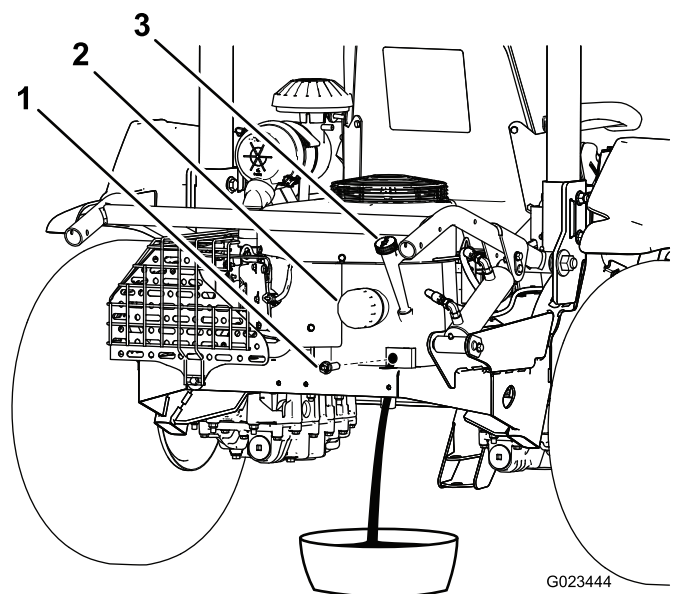

Рисунок 37
- Удалите пробку сливного отверстия (Рисунок 37) и слейте масло в подходящую емкость. Когда масло перестанет течь, установите пробку сливного отверстия на место.